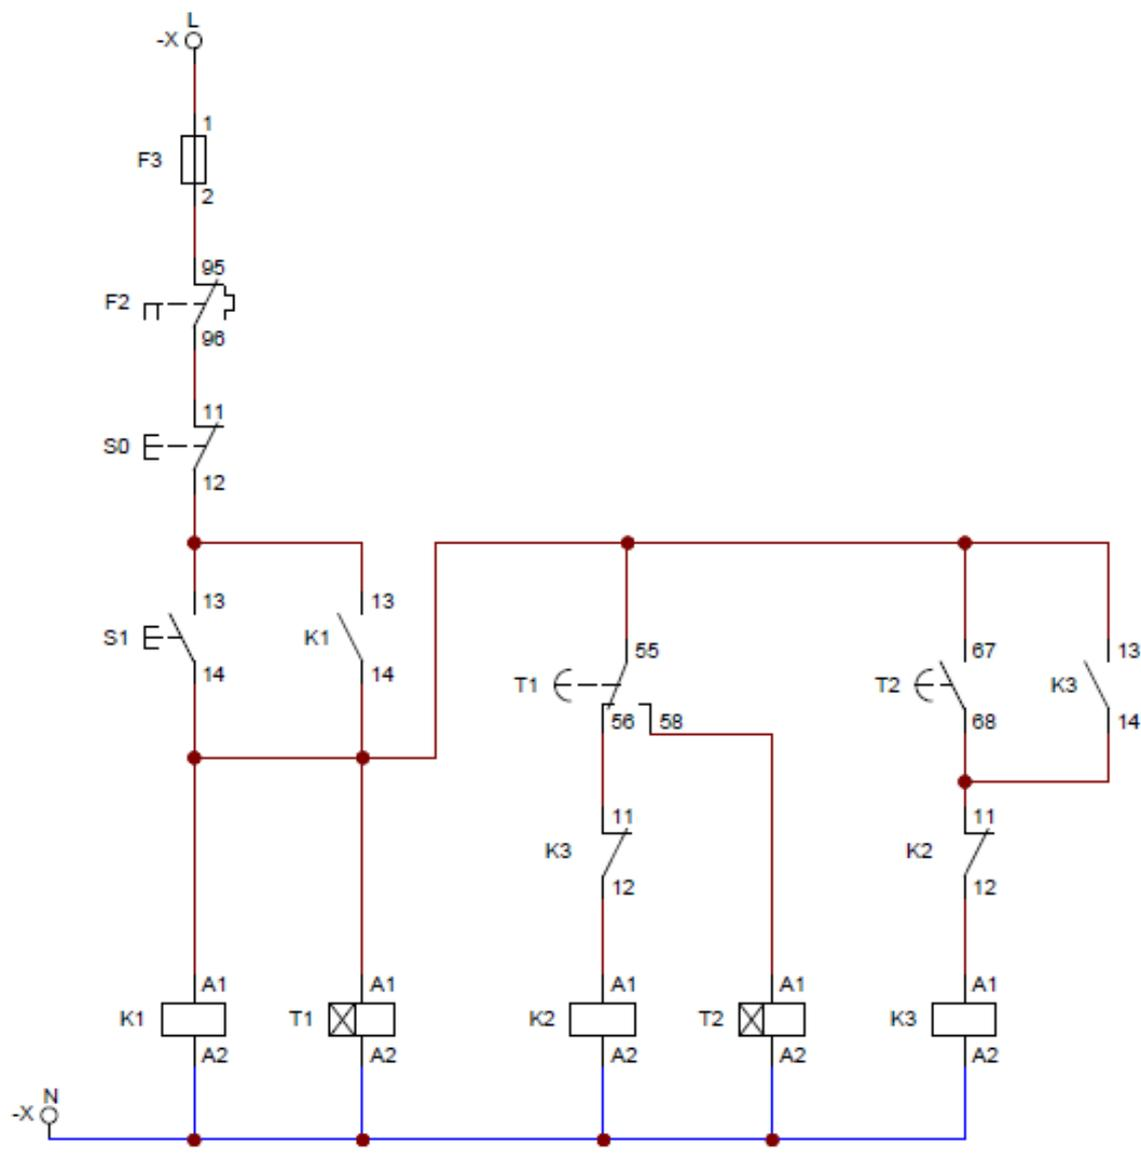

Figura 3. Circuito de control para el arranque de motor por medio de autotransformador.
1. Implemente el circuito de control que se muestra en la figura 3.